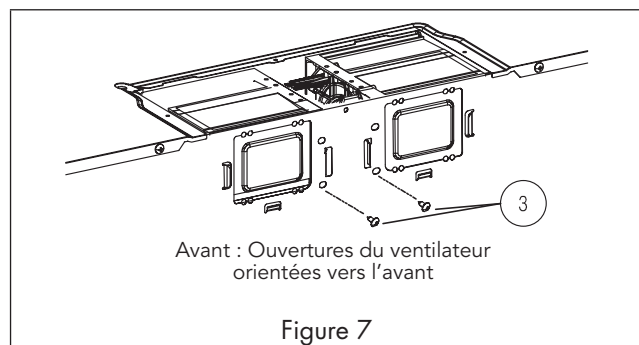

Figure 7
- Retirez les vis (3) de fixation du ventilateur et conservez les vis. Voir la Figure 7.